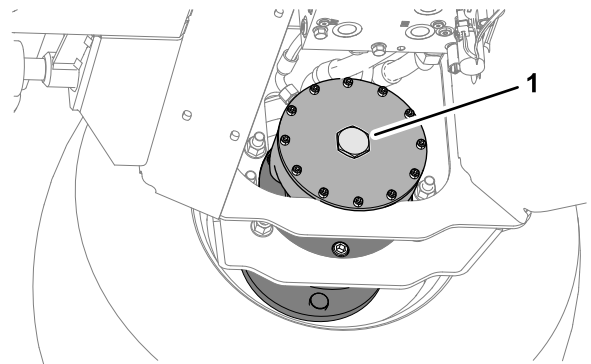

Bild 38
- Montieren Sie die Sechskantschraube an die Motorendplatte (Bild 38).
- Verstauen Sie die 2 Bolzen, 12 x 40 mm und 2 Beilagscheiben 12 mm in den Stützschiene der Plattform (Bild 38).